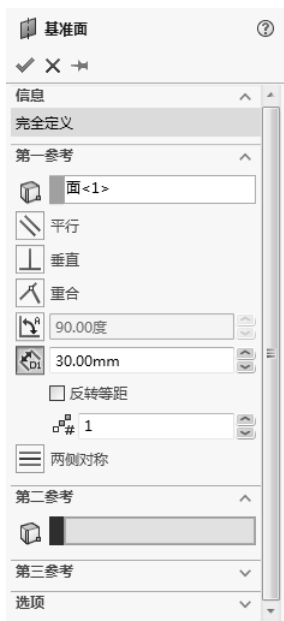
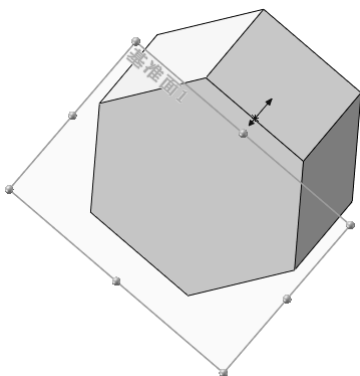

图 3-31 “基准面”属性管理器
图 3-32 添加基准面
5) 单击“特征”面板“参考几何体”下拉列表中的  (基准面) 按钮，系统弹出“基准面”属性管理器。在  (参考实体) 列表框中，单击选择图 3-30 所示的面 A；在  (偏移距离) 文本框中输入“30.00”，并调整基准面的方向，“基准面”属性管理器设置如图 3-31 所示。单击  (确定) 按钮，添加一个新的基准面，添加基准面后的图形如图 3-32 所示。